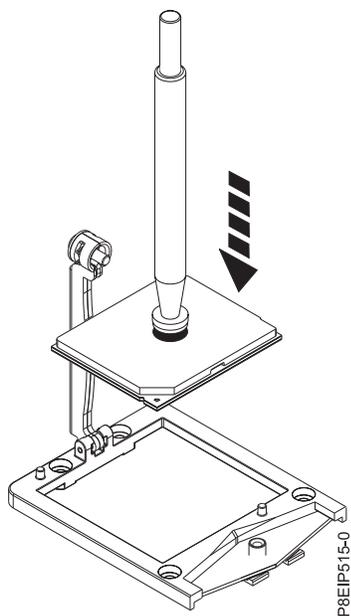

Figura 37. Abaixando o processador no soquete
- a. Abaixar a pinça e o módulo de processador do sistema no soquete, conforme mostrado na Figura 37 na página 39. Alinhe a aresta biselada do processador com a aresta biselada no soquete. Tome cuidado para abaixar a ferramenta equilibradamente sem inclinar o processador.